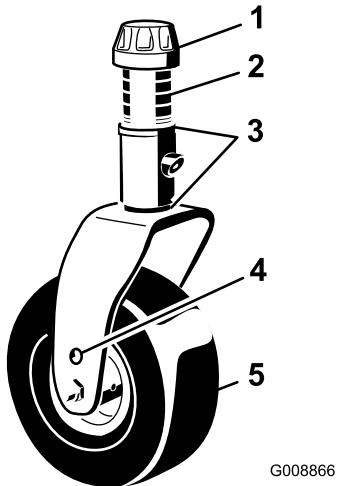

Figura 20
2. Posizionate i fuselli delle ruote orientabili negli stessi fori di entrambe le forcelle delle ruote orientabili (Figura 20). Utilizzate i fori di montaggio delle forcelle inferiori per i fuselli delle ruote orientabili per ottenere l'altezza maggiore per l'ugello del soffiatore.
3. Rimuovete il cappuccio di tensione dall'asse del perno (Figura 20) ed estraete il perno dal braccio della ruota orientabile. Montate i due spessori (3 mm) sull'asse dei perni, come erano montati in origine. Questi spessori servono per ottenere un livellamento sull'intera larghezza del soffiatore. Mettete il numero opportuno di distanziali da 13 mm sull'asse del perno, fino ad ottenere l'altezza richiesta, quindi montate la rondella sul perno.